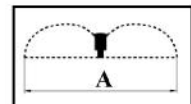

рис. 3
6.4.1 Насадка “Колокол”. Вращая верхнюю часть насадки 4 (рис.2) по часовой стрелке, вы можете отрегулировать поток и диаметр А “водного шара” - рис.3